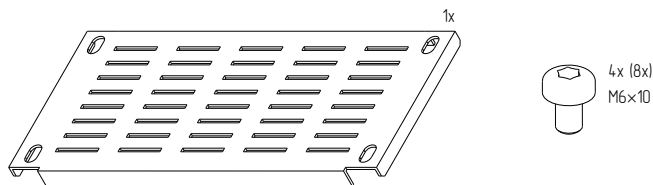

Рисунок 1 — Заглушка панели нижняя наборная вент.
- проверить комплектность (рисунок 1, 2).